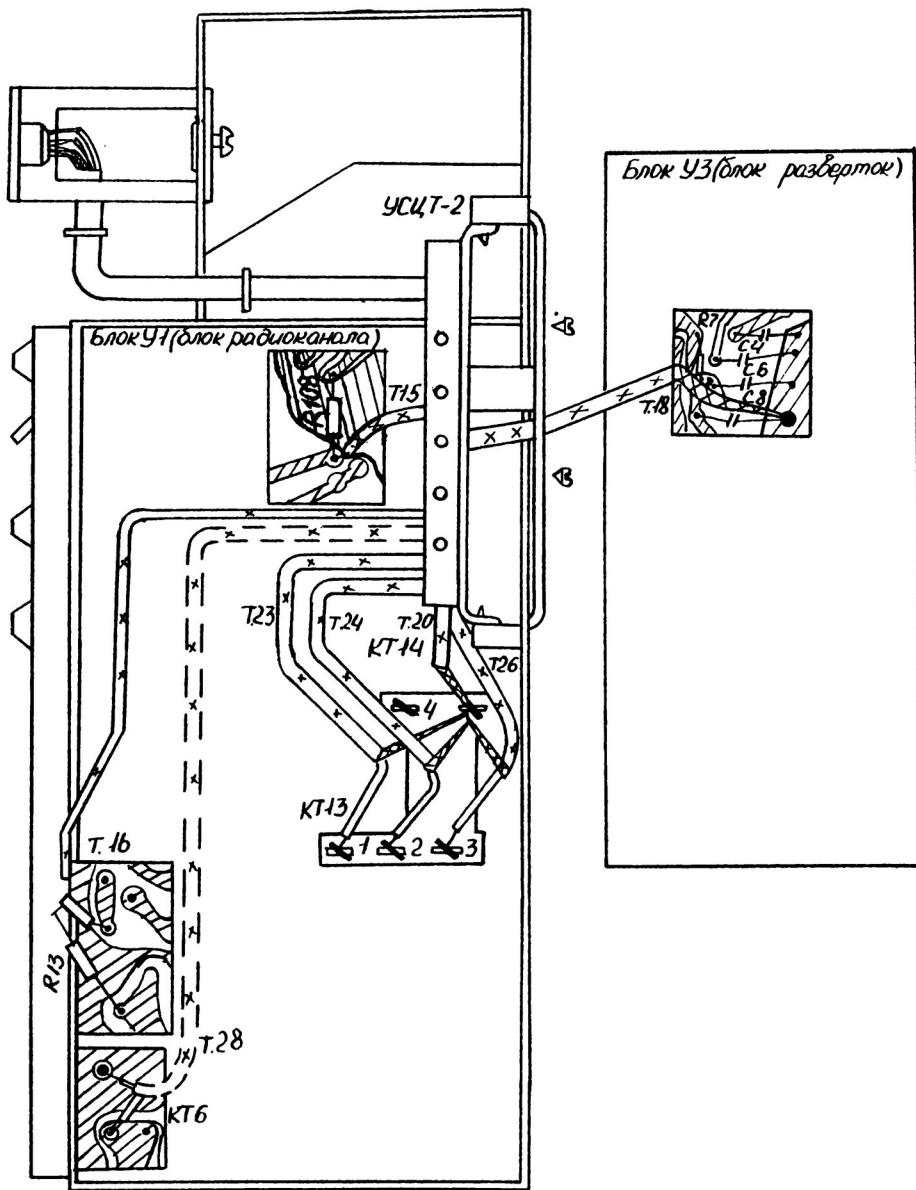

Рис.2. Соединение устройства сопряжения видеомагнитофона с телевизорами УМЛСТ-59-II-1, УМЛСТ-59-II
6. Установить и вмонтировать устройство сопряжения в телевизор согласно рис. 2, укрепив его на блоке радиоканала 2 винтами; кронштейн с розеткой «Видеомагнитофон» снимается с основного кронштейна устройства и крепится к шасси блока радиоканала со стороны заднего кожуха телевизора. На видном месте блока разверток наклеить прилагаемую в комплект устройства наклейку.